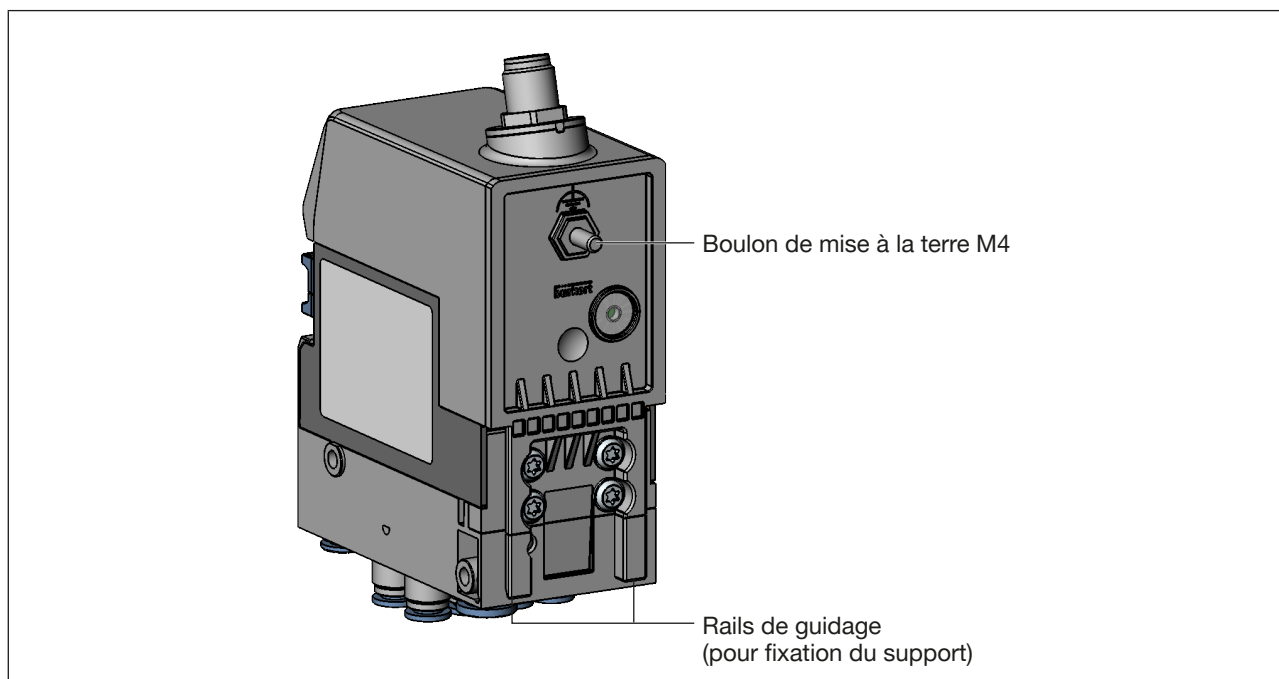
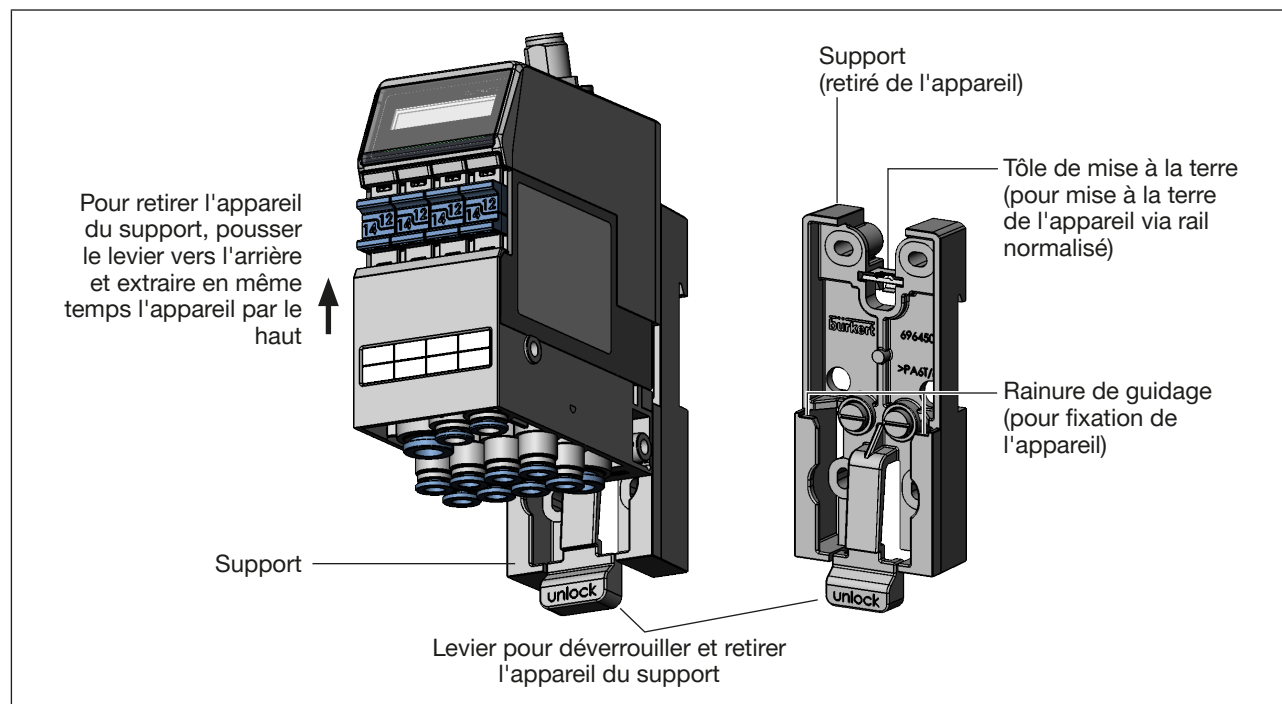

Figure 3 : Structure AirLINE Field type 8653 – Vue de derrière (sans support)
Figure 4 : Support pour montage mural ou sur rail normalisé
- Pousser les rails de guidage du module de terrain (voir « Figure 3 ») de haut en bas dans la rainure de guidage du support (voir « Figure 4 ») jusqu'à ce que le verrouillage s'encrante de manière audible.